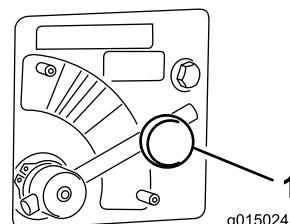

Рисунок 6
- Ослабьте затяжку ручки крепления рычага клапана разбрасывателя (Рисунок 6).
- Поверните рычаг клапана разбрасывателя в сектор выбранного цвета (Рисунок 6).
Поверните рычаг клапана разбрасывателя в **СИНИЙ** сектор (МАКС. СКОРОСТЬ) (Рисунок 6). Повернутый до упора по часовой стрелке рычаг должен находиться в горизонтальном положении.